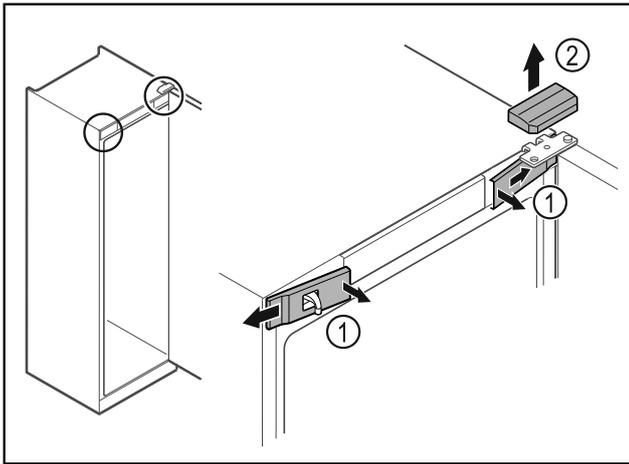

Fig. 13
- ▶ Передние крышки Fig. 13 (1) освободите от фиксации с внутренней стороны и отведите в сторону.
- ▶ Движением вверх снимите верхнюю крышку Fig. 13 (2).